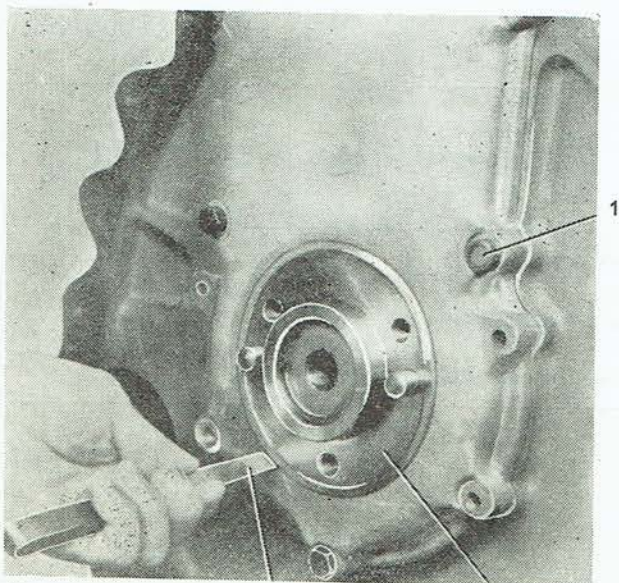

Abb. 80
4. Sieben Schrauben M 8×30 (Abb. 80/1) sind auszuschauben und der Deckel ist von den Zentrierstiften abzuziehen.
Anmerkung: Nach Aufmontierung des rückwärtigen Deckels ist mittels Spaltlehre (Abb. 80/2) zu überprüfen, ob das Spiel zwischen dem rückwärtigen Ölabbstreifring (Abb. 80/3) der Kurbelwelle und der Bohrung im rückwärtigen Deckel, in welcher sich der Abstreifring dreht, am ganzen Umfang gleich gross ist.